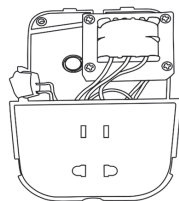

Fig. 2
- 2** Efetuar 4 furos de 6 mm de diâmetro e 35 mm de profundidade na parede; sucessivamente inserir as buchas de plástico nos furos de acordo com a fig. 2 e fixar o suporte de parede na parede com os 4 parafusos fornecidos.
- 2** Puxar o cabo pelo furo mostrado na fig. 2 (estão disponíveis três furos para a cablagem direta).